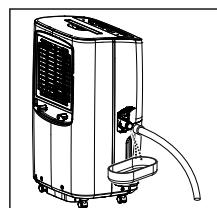

fig. 9
- Lorsque vous souhaitez retirer le tuyau flexible, préparez un plateau égouttoir (non fourni) pour recueillir l'eau de l'embout. (Fig. 9)